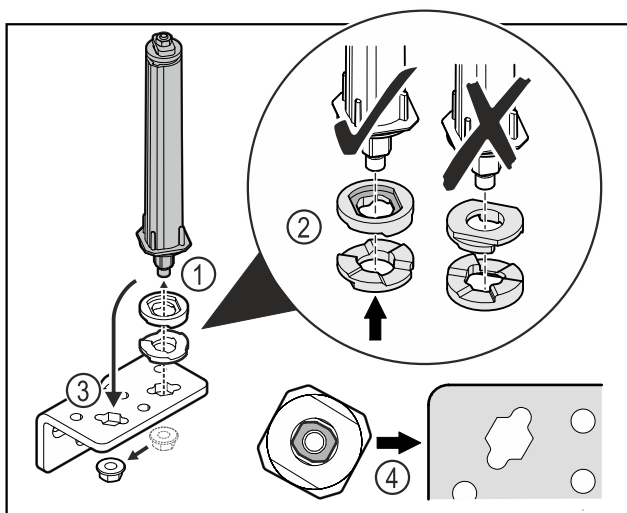

Fig. 52
- ▶ Atskrūvējiet uzgriezni un noņemiet durvju slēgšanas sistēmu Fig. 52 (1).
- ▶ Ievērojiet augstuma regulēšanas paplākšņu pareizo izvietojumu Fig. 52 (2).
- ▶ Pārlieciet durvju slēgšanas sistēmu lokāmajā kronšteinā un nofiksējiet ar uzgriezni Fig. 52 (3).
- ▶ Ievērojiet durvju slēgšanas sistēmas pareizo izvietojumu ievietošanas laikā Fig. 52 (4).